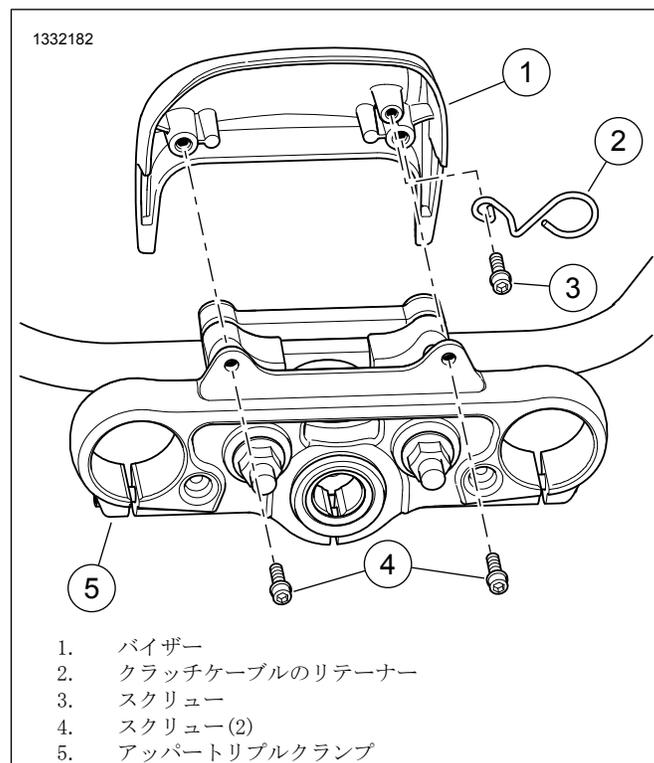

図3。FXLR バイザー
1. 図3 アッパートリプルクランプ (5) からスクリュー (4) を取り外します。
2. バイザー (1) を取り外します。
3. スクリュー (3) と OEM クラッチケーブルリテーナーを取り外します。
4. キットからクラッチケーブルリテーナー (2) を取り付けます。
5. スクリュー (3) を取り付けます。締め付ける。